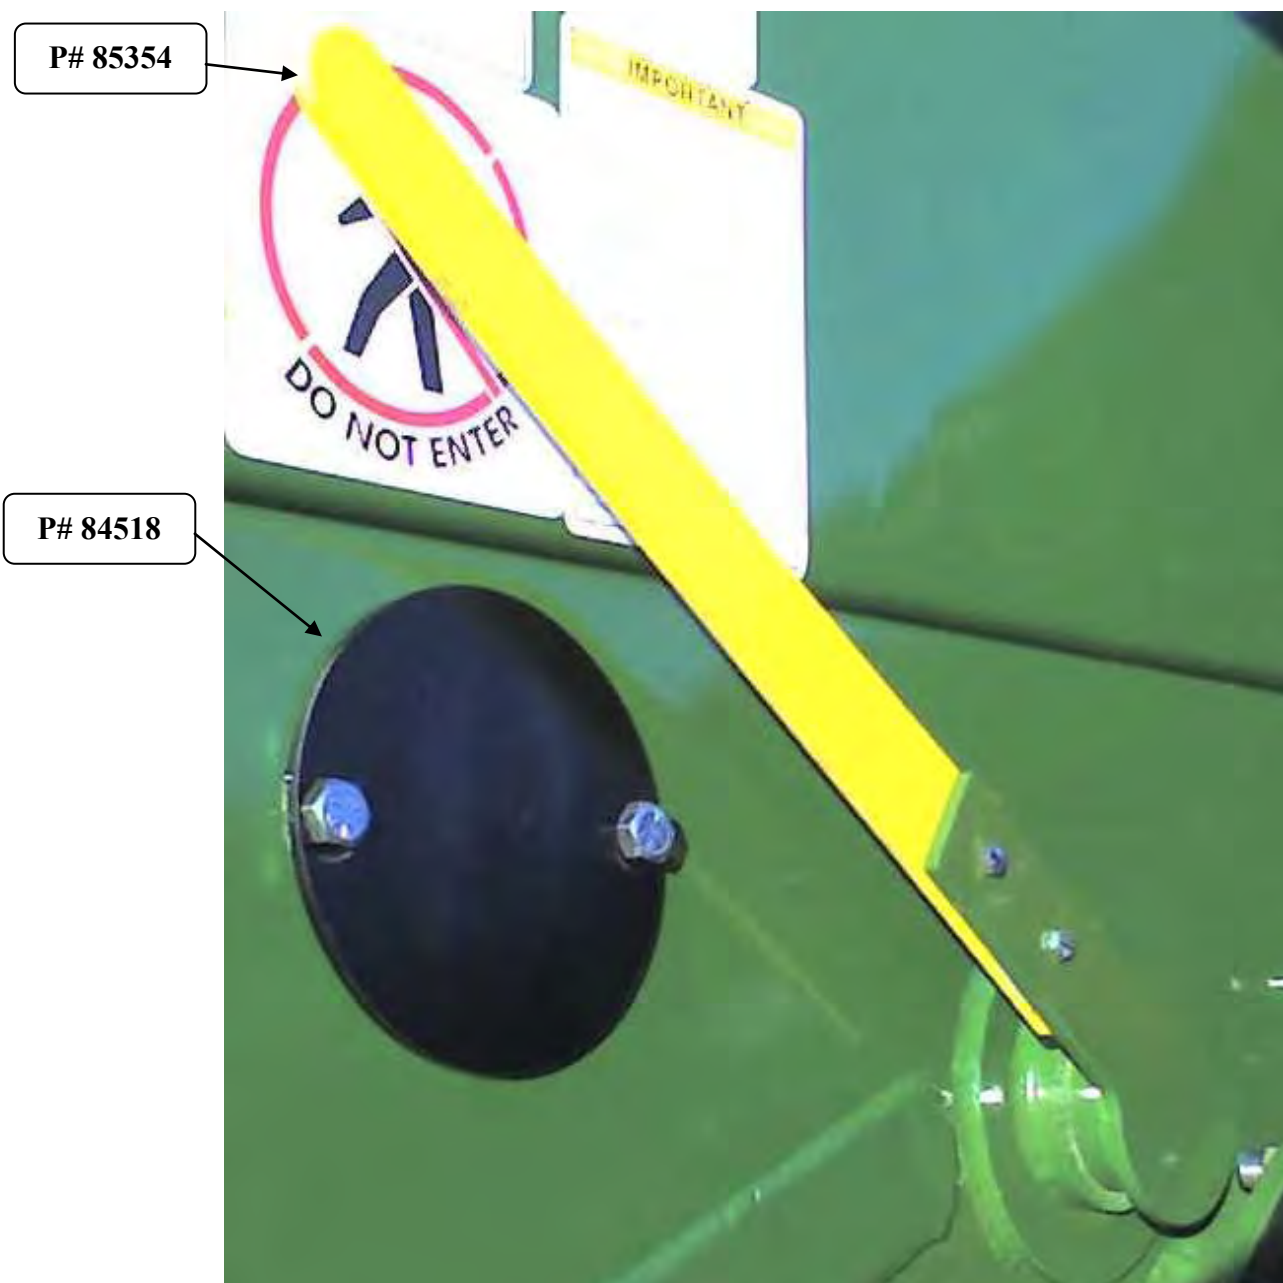

Рис. 60
Расположите в нужном месте рычаг заслонки P# 85354 и закрепите болтами P# 1164 и контргайками P# 2564. См.рис. 60. Установите четыре (4) круговых вставки P# 84518 при помощи болтов P# 1249 надежно затяните. Они расположены по две в передней и задней части тележки. См.рис. 60.